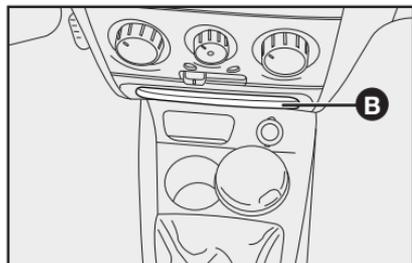

fig. 96
- en la parte central del tablero **B-fig. 96**;